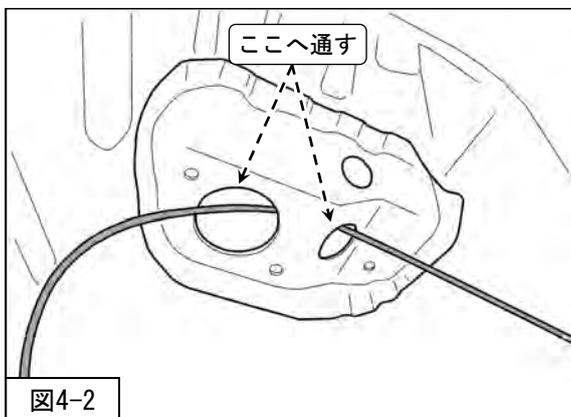

図4-2
3. 減衰力調整ケーブルのアウターケースを車両の穴に通してください。（図4-2）